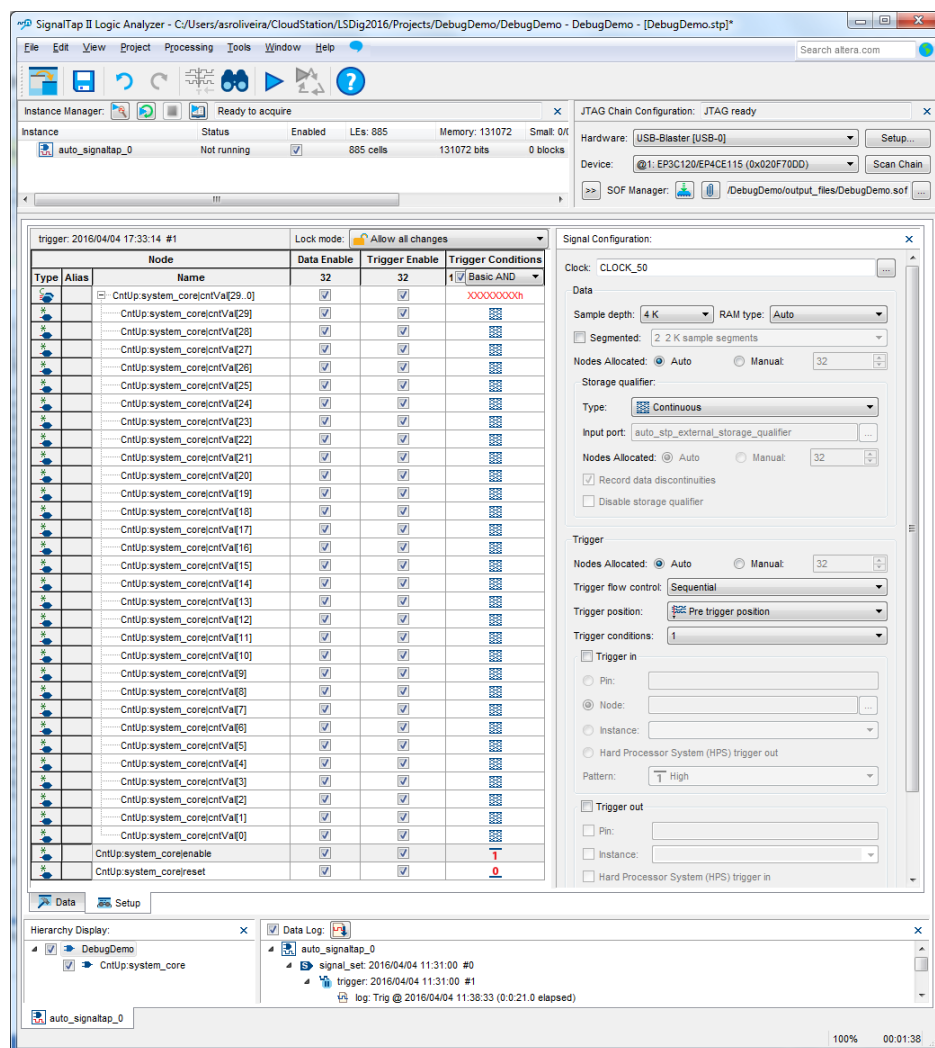
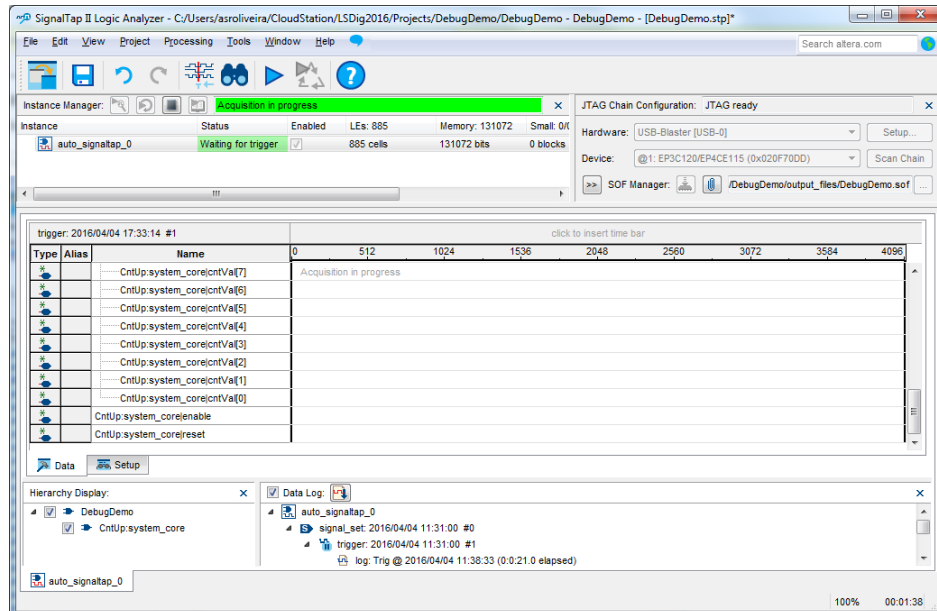
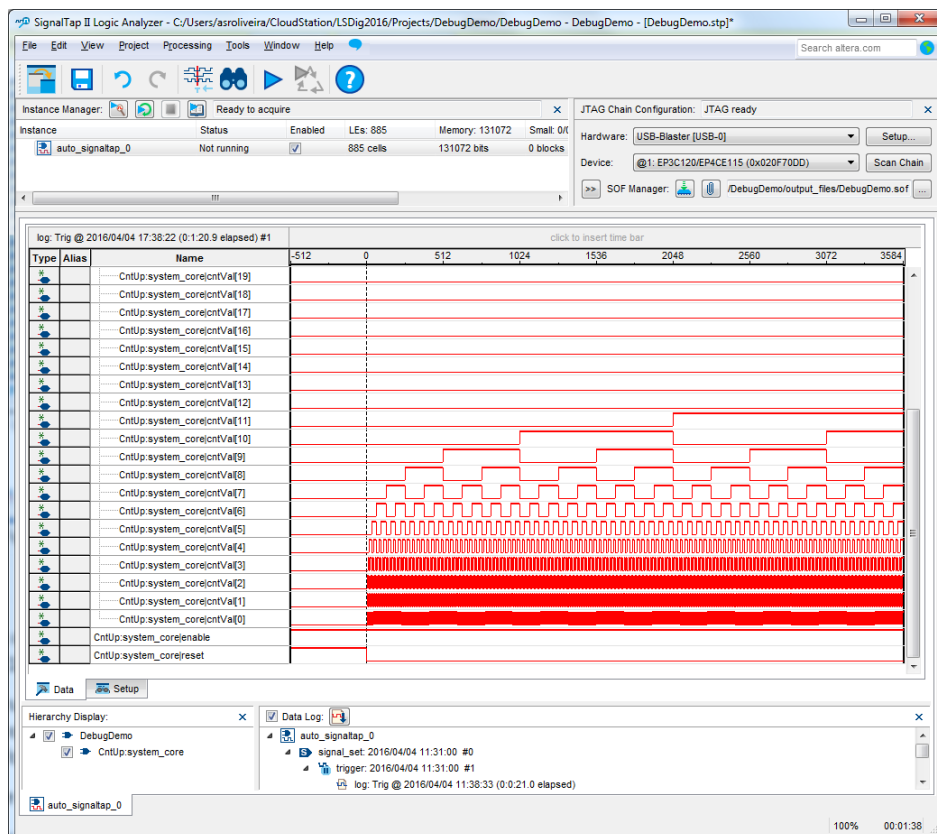

Figura 24 – Aspeto da aplicação “*SignalTap II Logic Analyser*” após programação da FPGA.
Figura 25 – Janela “Data” da aplicação “SignalTap II Logic Analyser” antes da captura (aguardar verificação da condição de disparo da captura).
Figura 26 – Janela “Data” da aplicação “SignalTap II Logic Analyser” depois da captura.
9. Após a programação da FPGA (Figura 24) mude a janela principal da aplicação “*SignalTap II Analyser*” de “*Setup*” para “*Data*” (Figura 25). Neste ponto está tudo configurado e preparado para ser iniciada a captura de amostras dos sinais pretendidos. Para tal, basta selecionar o comando “*Processing → Run Analysis*” e de seguida desativar a entrada de “*reset*” e ativar a entrada de “*enable*” do contador de forma a que seja satisfeita a condição de *trigger* e iniciada a captura dos sinais pretendidos. Uma vez recolhidas 4K amostras de cada sinal, os respetivos valores são transferidos para o computador e visualizados na aplicação “*SignalTap II Analyser*” (Figura 26).